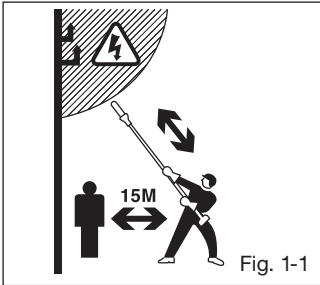

Fig. 1-1
- Tutki trimmattava alue. Etsi mahdollisia vaaroja. ÄLÄ työskentele, jos johtoja (sähkö, puhelin jne.) on alle 15 m etäisyydellä käyttäjästä tai koneesta. (Fig. 1-1)
- Review the area to be trimmed. Look for hazards that could contribute to unsafe conditions. DO NOT operate unit if any wires (power, telephone, cable, etc.) are closer than 15M (50ft.) to any part of the operator or unit. (Fig.1-1)